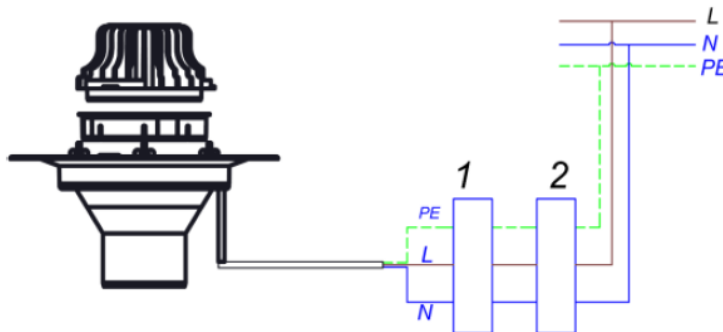

Рис. 2.
3.12. Подключение кабеля воронки осуществляется к сети ~220÷230 В через АЗС (автомат защиты сети) и УЗО (см. рис. 2).